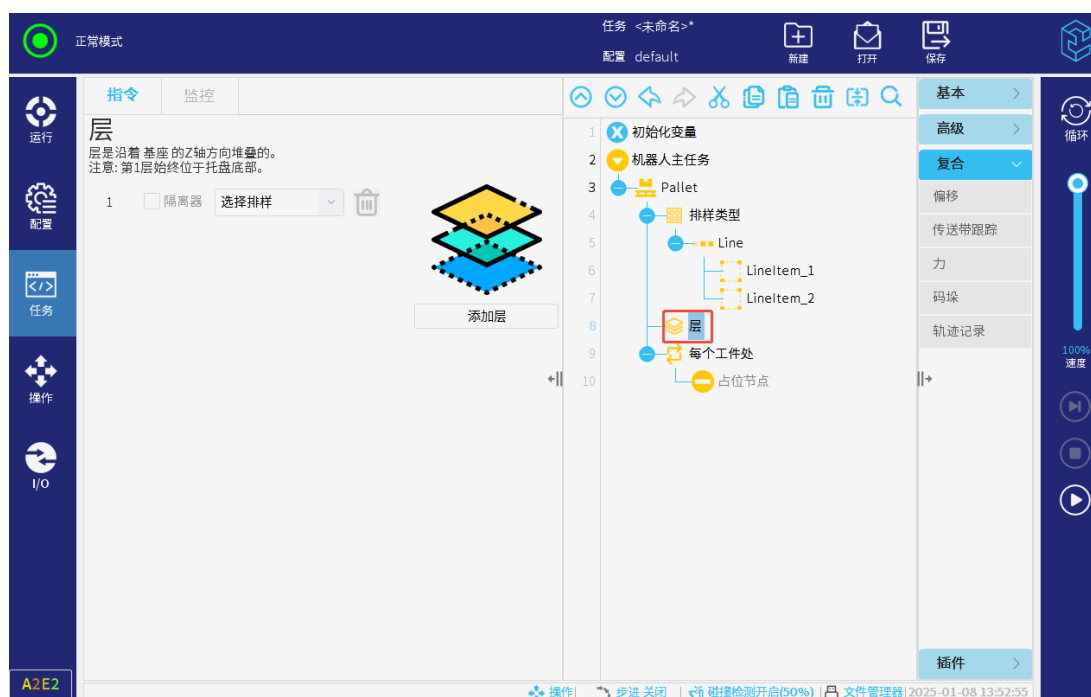

图 3-126: 设置层
4. 点击任务树中的“层”节点，点击“添加层”，设置码的层数及每一层的排样类型，以及是否包含隔离层，如图 3-126所示。